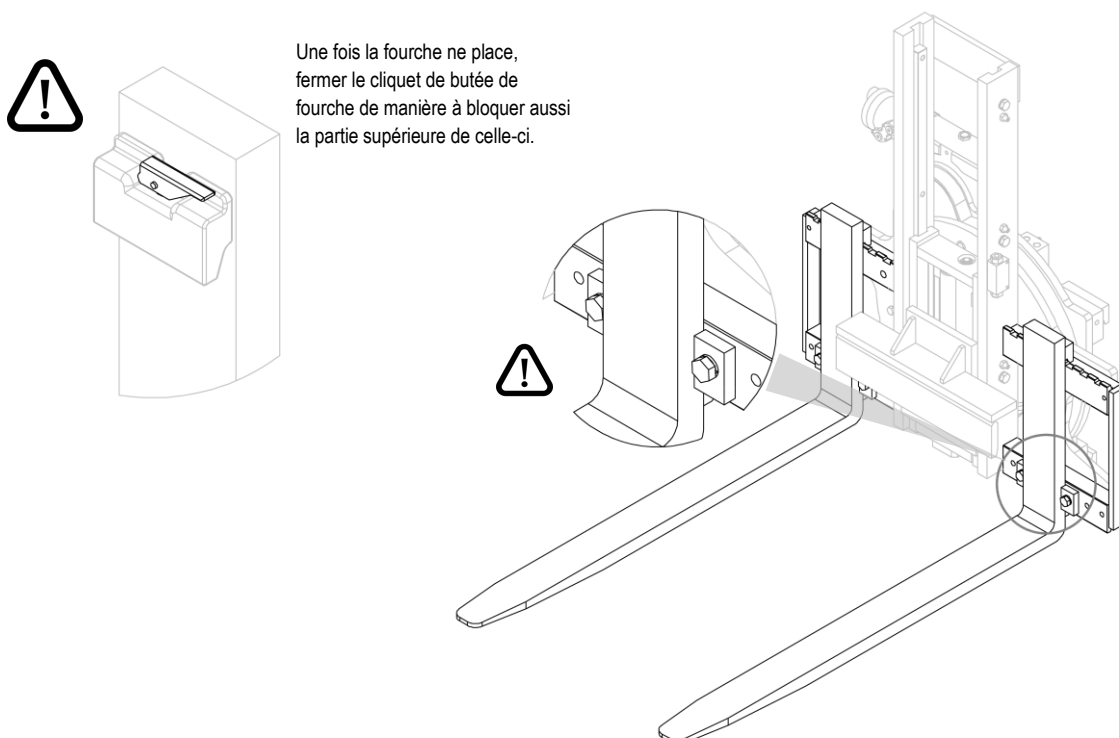

Figure 12
2. Insérer les fourches et revisser les butées de fourche (voir *Figure 12*).